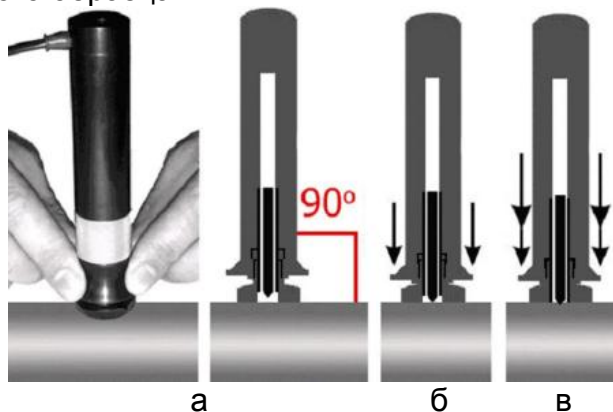

Рисунок 2
8.4.1.5. Установить преобразователь упорной шайбой на поверхность образца, удерживая его в районе упорной юбки как показано на рисунке 2а. Нажимая на упорную юбку двумя руками подвести алмазный наконечник преобразователя перпендикулярно к поверхности образца до касания (рисунок 2б) и не останавливаясь, плавно (примерно за 0,5 секунды), нажимая с усилием (5 кг) на упорную юбку, вдавить алмазный наконечник в поверхность металла, не допуская покачивания (рисунок 2в). Не бойтесь приложить чрезмерное усилие – оно